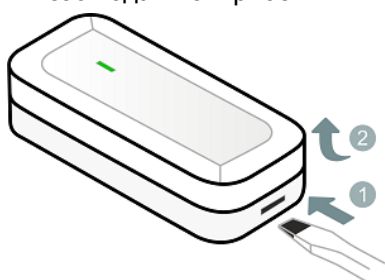
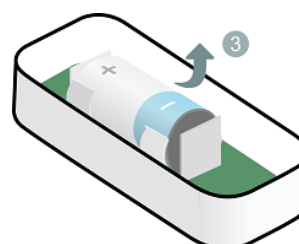

Рисунок 6.3 – Вскрытие корпуса датчика
Рисунок 6.4 – Извлечение батареи
2.2. Если датчик не в первый раз переводится в режим связывания, то вскройте корпус датчика: при помощи плоской отвертки нажмите на одну из защелок и, не отпуская защелку, потяните крышку корпуса вверх (см. рисунок 6.3). Извлеките батарею из датчика (см. рисунок 6.4). Подождите 30 секунд и установите батарею обратно, соблюдая полярность.
2. С помощью индикации на датчике. Для этого вскройте корпус датчика (см. рисунок 6.3) и дважды нажмите на кнопку тампера (5, рисунок 2.1). Посмотрите на индикатор датчика. Соответствие уровня связи и индикации представлено в таблице 8.1.
- 1) Вскройте корпус датчика (см. рисунок 6.3).